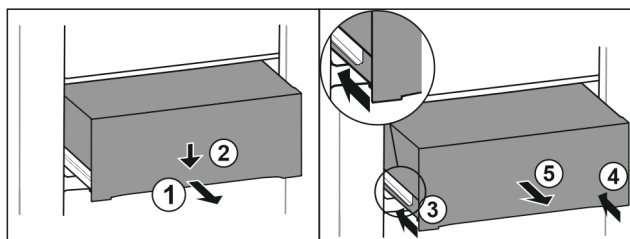

Fig. 99
- Zásuvku napůl vytáhněte. Fig. 99 (1)
- Stlačte zásuvku na přední straně dolů. Fig. 99 (2)
- Zasuňte levou kolejničku přibližně do 2 cm. Fig. 99 (3)
- Zasuňte pravou kolejničku přibližně do 2 cm. Fig. 99 (4)
- Vyjměte zásuvku dopředu. Fig. 99 (5)